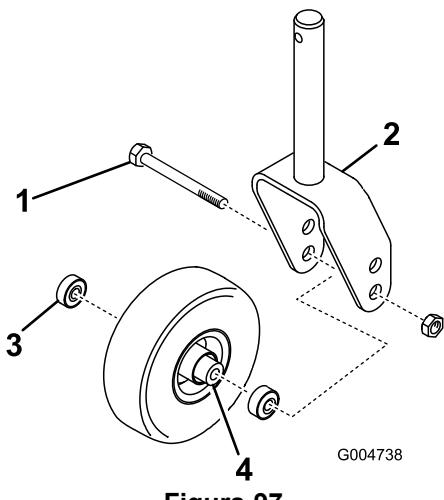

Figura 97
1. Retire la contratuerca del perno que sujetla el ensamblaje de la rueda giratoria entre la horquilla o el brazo de pivote (Figura 97).
2. Sujete la rueda giratoria y retire el perno de la horquilla o del brazo de pivote (Figura 97).
3. Retire el cojinete de la rueda y deje que se caiga el suplemento del cojinete (Figura 97).
4. Retire el cojinete del otro lado de la rueda (Figura 97).